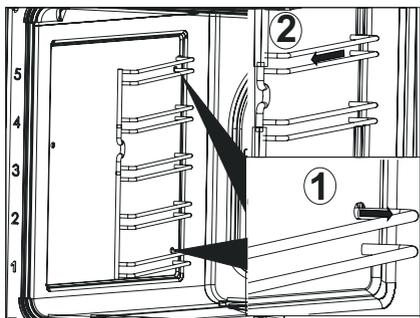

Рис. 28
4. Потяните решетку к внутренней части духовки и снимите ножки решетки (Рис. 28).
Снимите решетку с духовки после того, как освободите ее от ножек (Рис. 28).